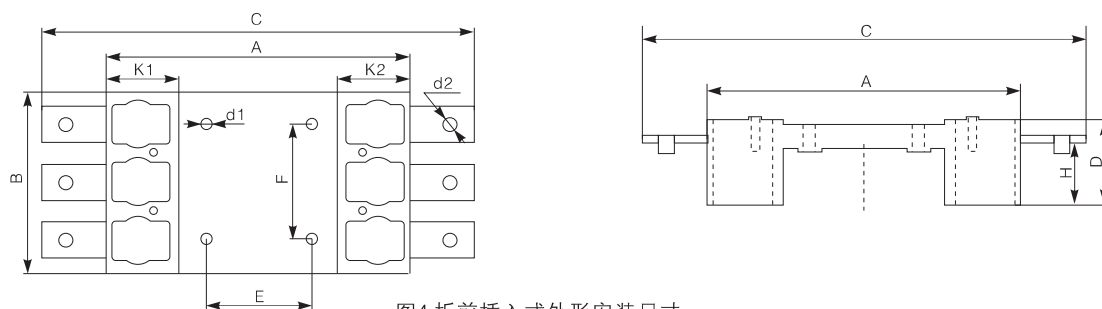

图4 板前插入式外形安装尺寸
- 3) 插入式板前接线外形及安装板开孔尺寸见图4，见图12；